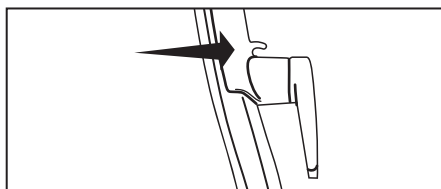

Fig. 2
- Fixez le cordon sous le guide-cordons au-dessus du crochet de cordon supérieur (Fig. 2).